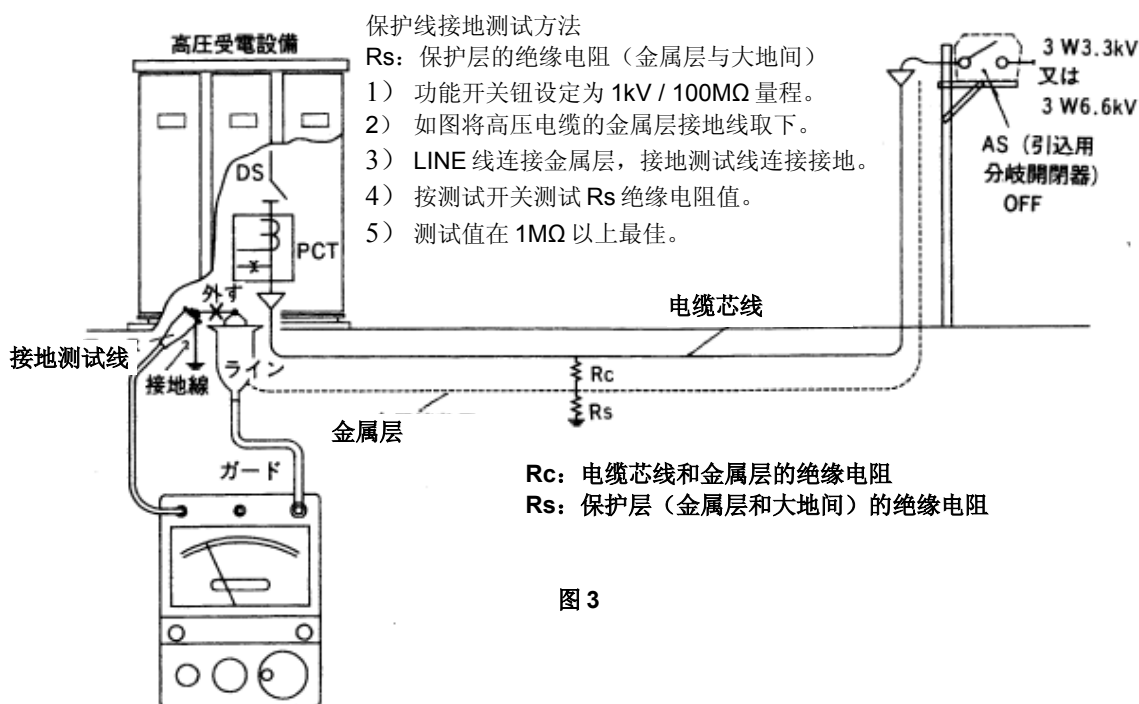

图 3
(2) 取下高压电缆尾部的接地线，如图 3，连接测试线。
(3) 测试线连接后，按测试开关，测试 Rs 的绝缘电阻值。
(4) 测试值必须在 1MΩ 以上。
(5) 测试完成后，先将测试开关调整为 OFF，放电后才能取下测试线。